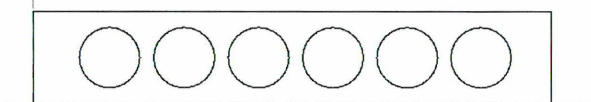

Fig. 09.14. Profilet af det færdige huldæk.
- Klik *Finish Edit Mode* og elementet ser nu ud som på Fig. 09.14.